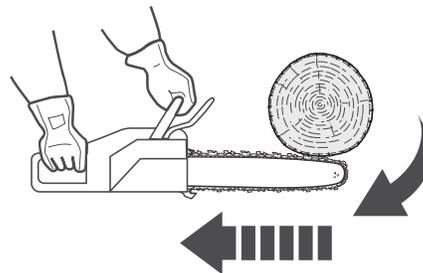

Fig. 34
2. Um aperto da corrente (10) ao longo da parte superior da guia (11) pode empurrar rapidamente a guia para trás na direção do utilizador (Fig. 34).